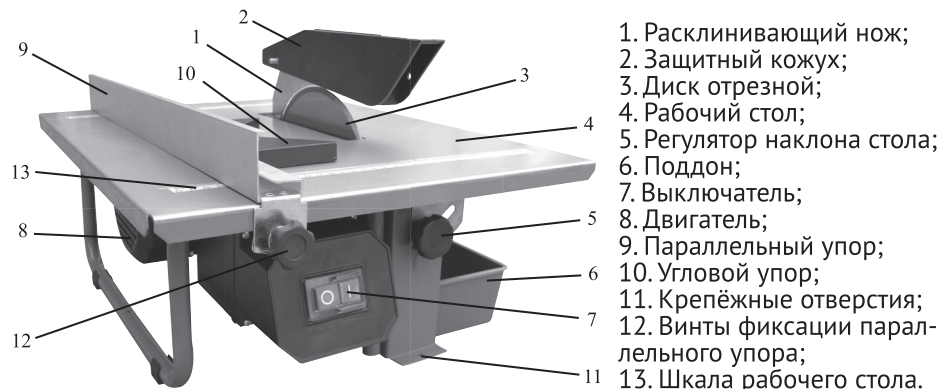

рис. 1
Общий вид плиткореза представлен на рис. 1
6.1 Установите плиткорез на ровной горизонтальной поверхности стола и зафиксируйте с помощью крепёжных отверстий 11(рис. 1).
6.6 Как показано на рис. 1 установите и зафиксируйте параллельный упор 9 винтами фиксации 12.
7.1.2 Ослабьте крепление двух винтов фиксации наклона 5 (рис. 1) рабочего стола 4 (рис. 1).
7.2.2 Ослабьте фиксацию двух винтов крепления 12 (рис. 1) параллельного упора 9 (рис. 1) с обеих сторон. Затем установите параллельный упор по шкале 13 (рис. 1) на рабочем столе 4 (рис. 1) в необходимое положение и надёжно зафиксируйте винтами крепления. Параллельный упор можно устанавливать с левой или с правой стороны.
8.2 Перед пуском плиткореза убедитесь, что отрезному диску 3 (рис. 1) ничего не мешает и он имеет свободное вращение. Подавайте заготовку к отрезному диску после того, как он наберёт максимальную скорость вращения.
8.5 По окончании резания нажмите кнопку выключателя 7 (рис. 1), дождитесь полной остановки отрезного диска 3 (рис. 1) снимите с рабочего стола 4 (рис. 1) готовую заготовку и уберите ненужные обрезки.
9.3 По завершению уберите поддон 6 (рис. 1), включите плиткорез и просушите отрезной диск на холостом ходу.